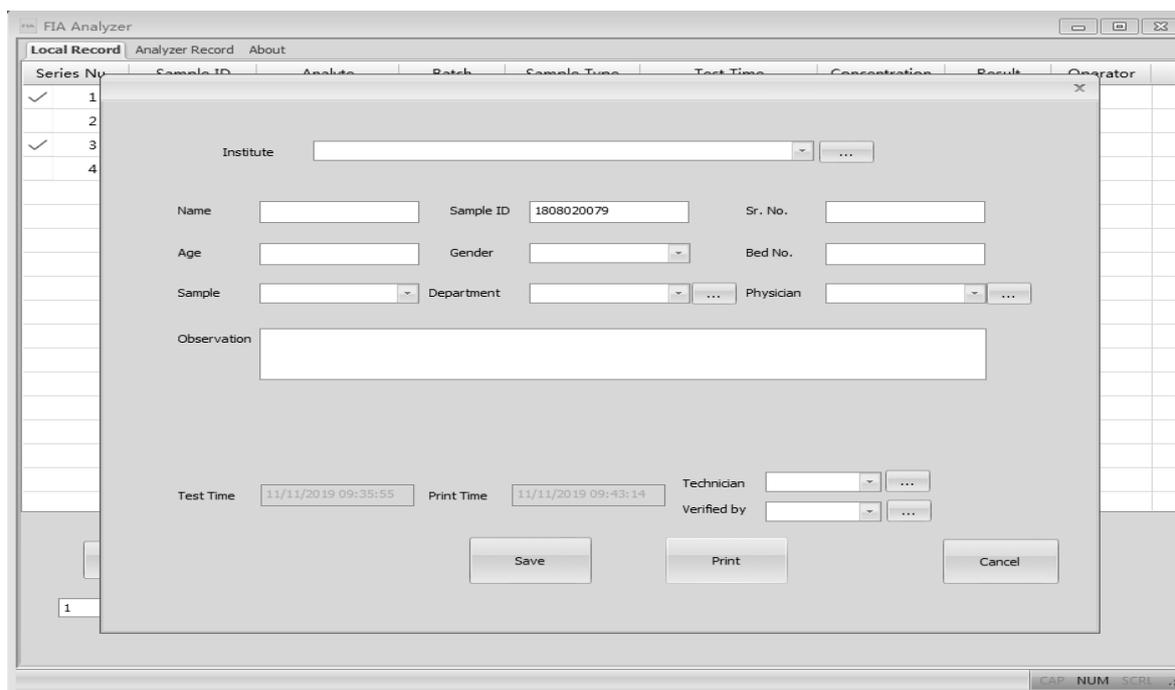

Fig. 44
- **“Print”** : sélectionner les éléments à imprimer et cliquer sur la commande **“Print”**. L'écran présenté sur la Fig. 44 apparaît. Les informations relatives à l'institut et au patient doivent être renseignées.